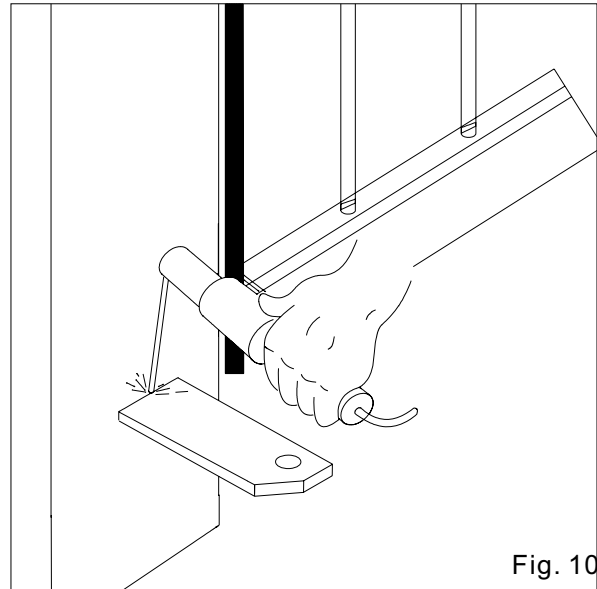

Fig. 10
1) Asegure la placa a la columna en la posicion estipulada. En Si el pilar es de metal, se puede soldar la placa para mismo (Fig. 10). En el caso de albañileria, los agujeros de perforacion en el pilar de y asegurar la placa (Fig.09). En el archivo adjunto, consulte con un nivel, si la placa es horizontal.